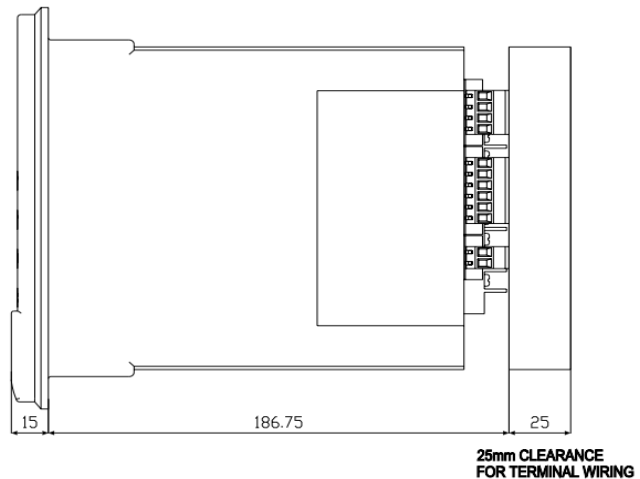

Bild 1-1 Abstand für Klemmenverkabelung
7. Halten Sie den Mindestabstand des Geräts wie in Bild 1-1 dargestellt ein, um versehentliches Berühren der Anschlussklemmen zu vermeiden und die Sicherheit zu gewährleisten. Bei eingeschränktem Platz im Schaltschrank müssen geeignete Schutzklemmen verwendet werden.